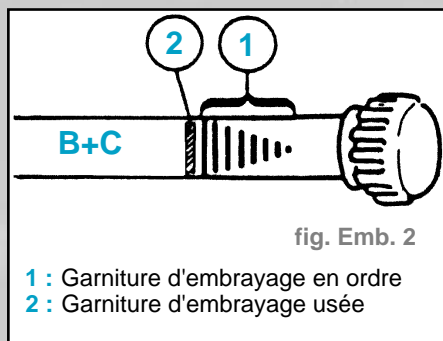

fig. Emb. 2
- Si la zone apparaît, le disque d'embrayage doit être remplacé (fig. Emb. 2).